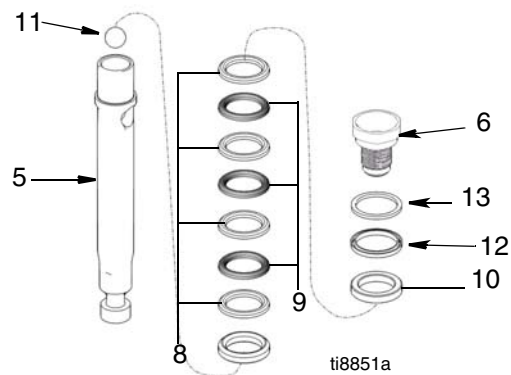

FIG. 7
7. (Fig. 7) Remova o empanque e os bucons da haste do pistão. Anote a orientação para a instalação.